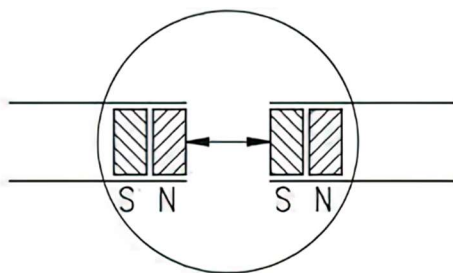

图 5-2：极位的确定，连接磁条
- 6: 将两部分连接前, 检查极性。两端必须相互吸引(如有必要, 使用罗盘针)。若两端有同样的极性, 用半极分割缩短一端(图 5-2);